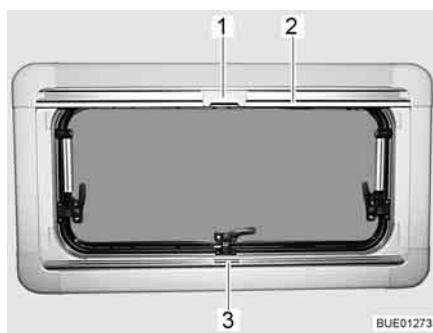
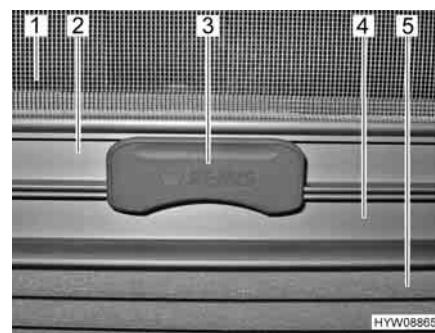

Fig. 54 Finestra apribile
Fig. 55 Aggancio
La tendina oscurante pieghevole (Fig. 55,5) è montata nella cassetta inferiore.
- Afferrare la tendina oscurante pieghevole per la parte centrale della barra di presa (Fig. 54,3 e Fig. 55,4), tirarla dal basso verso l'alto e rilasciarla nella posizione desiderata. La tendina oscurante pieghevole rimane in questa posizione.
La zanzariera a rullo (Fig. 55,1) è montata nella cassetta superiore.
- Tirare la zanzariera a rullo accompagnandola con la barra di presa (Fig. 54,2 e Fig. 55,2) verso il basso, fino a quando la barra di presa non arriva a contatto con la tendina oscurante pieghevole (Fig. 55,4).
- Bloccare l'aggancio (Fig. 54,1 e Fig. 55,3) della zanzariera a rullo nella barra di presa della tendina oscurante pieghevole. Se l'aggancio risulta bloccato, la tendina oscurante pieghevole e la zanzariera a rullo possono essere spostate insieme.
- Premere in alto l'aggancio (Fig. 55,3) sulla zanzariera a rullo.
- Ricondurre lentamente la zanzariera a rullo accompagnandola con la barra di presa (Fig. 54,2).